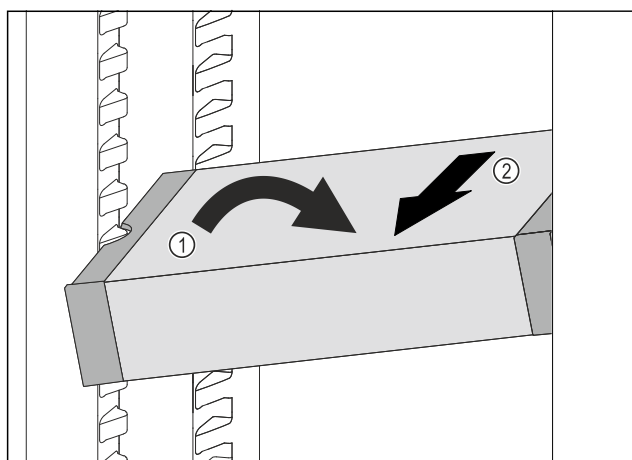

Fig. 112
- VarioSafe ustawić w chłodziarce pod skosem. Fig. 112 (1)
- VarioSafe wyjąć do przodu. Fig. 112 (2)